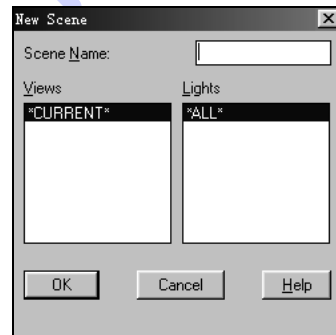

图 17-8 New Scenes 对话框
- New 设置新的场景, 单击该 New 按钮将弹出图 17-8 所示的 New Scenes (新场景) 对话框。用户可以利用该对话框设置当前图形的场景。